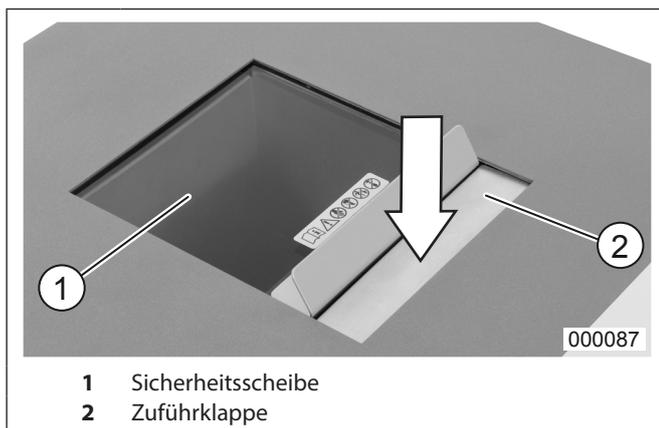

Abb.3 Einführungsschacht intimus FlashEx
Leuchtet auf, wenn die Tür bzw. die Sicherheitsscheibe (Abb.3/1) offen steht. Die Maschine wird hierbei automatisch abgeschaltet und kann solange die Tür bzw. die Sicherheitsscheibe auf ist, nicht wieder gestartet werden
2. Sicherheitsscheibe (Abb. 3/1) öffnen.